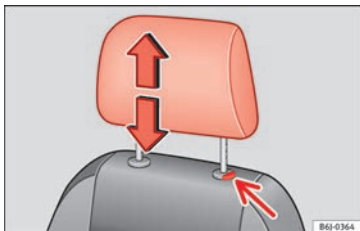

Fig. 76 Ajuste ou desmontagem do encosto de cabeça.
- Pressionar o botão » **Fig. 76** (seta).